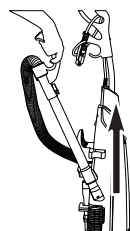

Fig. 1
1. Pour utiliser ces outils de nettoyage, soulevez la poignée du tube directement depuis de l'aspirateur (Fig. 1).